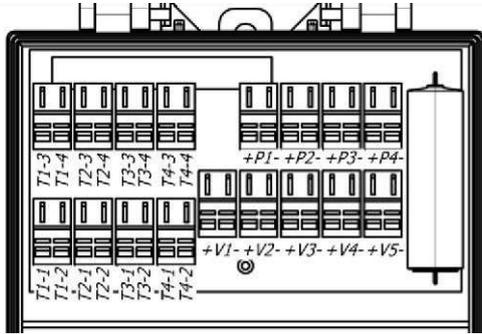

рис. 4.3
- проводят кабель через гермоввод, подключают к входным клеммам. В том случае, если выход подключаемого преобразователя расхода имеет полярность, следует соблюсти полярность. Расположение входных клемм изображено на рис. 4.3. Схемы подключения термометров сопротивления по четырех проводной и по двух проводной схемам изображены на рис. 4.4 и рис. 4.5. Схема подключения преобразователя давления - на рис. 4.6. (ПД - преобразователь давления, БП - блок питания преобразователя давления);